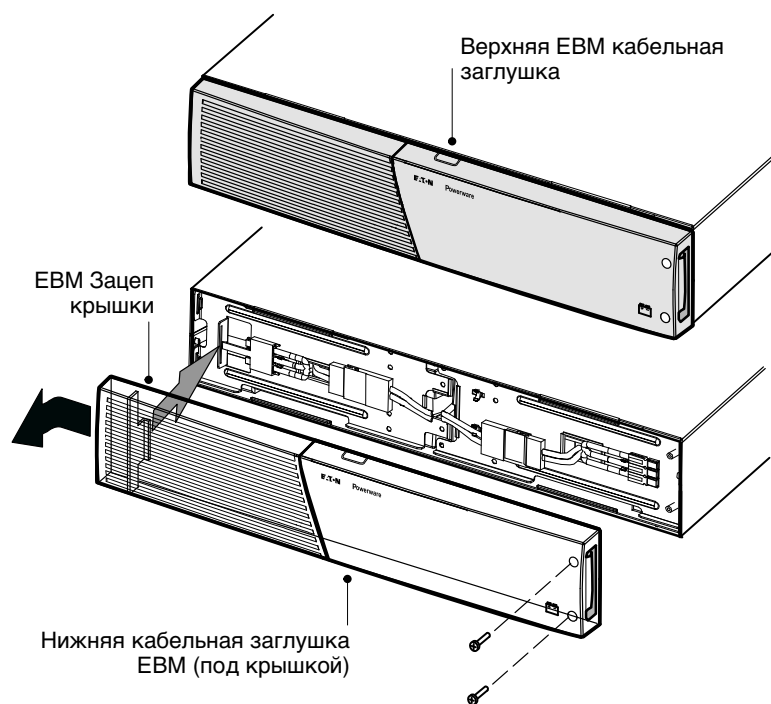

Рисунок 27. Снятие передней ЕВМ крышки
#### 1. Снимите переднюю крышку каждого ЕВМ (см. Рисунок 27).
- Снимите переднюю крышку каждого нового ЕВМ (см. Рисунок 27).
- Для нижней части (или только) ЕВМ снимите кабельную заглушку ЕВМ в верхней части крышки. Расположение верхней кабельной заглушки Рисунок 27 см. на ЕВМ.
- Если вы устанавливаете несколько новых ЕВМ, для каждого дополнительного ЕВМ снимите кабельную заглушку ЕВМ в верхней и нижней части передней крышки ЕВМ. Расположение кабельных заглушек Рисунок 27 см. ЕВМ на.
Перед установкой крышки на место убедитесь, что кабели ЕВМ проложены через заглушки в крышке ЕВМ, затем подвиньте крышку слева направо до соединения с зацепом для крышки в левой части шкафа ЕВМ. Вверните на место два винта с правой стороны передней крышки. Для справки см. Рисунок 27 на странице 51.